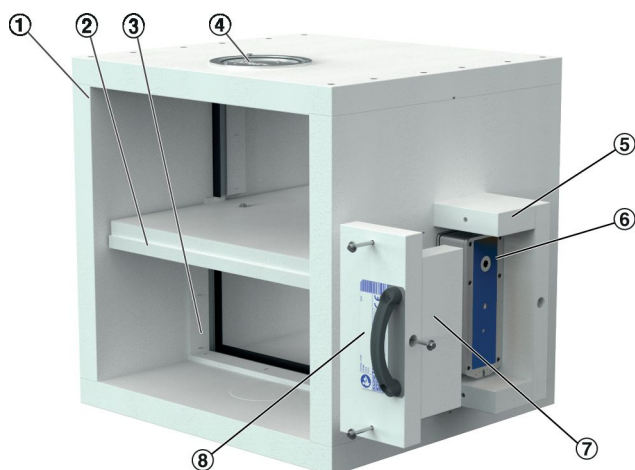

Abb. 4: Entrauchungsklappe EK2-EU
| 2 | Einbauseite | 5 | Bereich für die Zugänglichkeit der Antriebskapselung freihalten Abb. 4 |
- ① Bedienseite
- ② Einbauseite
- ③ Befestigungsschraube
- ④ Dichtung
- ⑤ Bereich für die Zugänglichkeit der Antriebskapselung freihalten Abb. 4
- ⑥ Antriebskapselung
- ⑦ Modulkapselung
- ① EK2-EU
- ② Anschlussrahmen (optional)